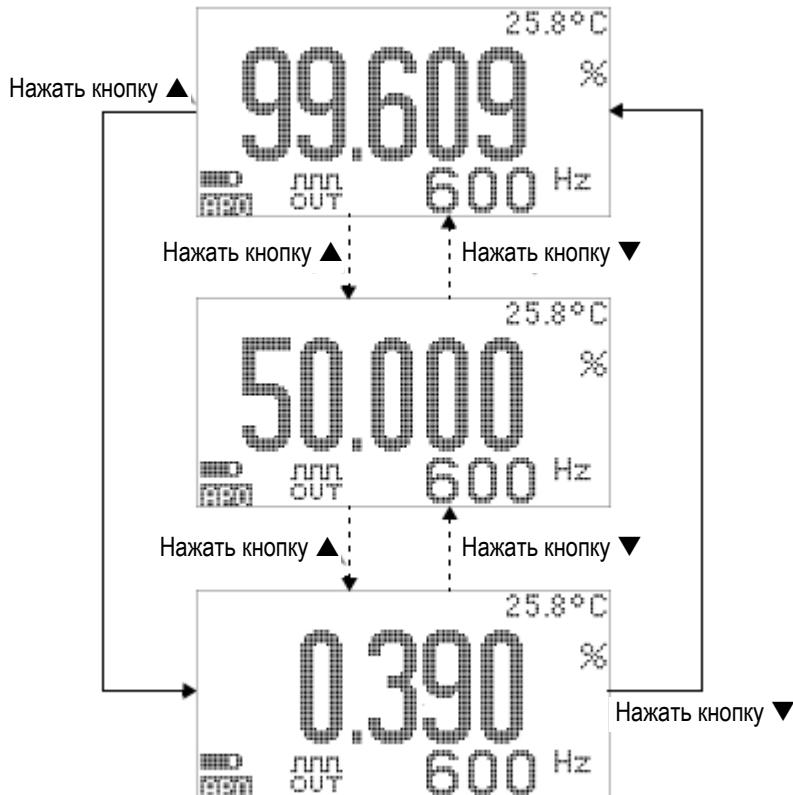

Рис. 3-13 Регулировка коэффициента заполнения выходного сигнала прямоугольной формы
- Чтобы изменить значение коэффициента заполнения, нажимайте кнопки **▲** и **▼**. Коэффициент заполнения можно устанавливать с дискретностью 0,390625% (256 ступеней). Однако это значение индицируется с разрешением индикации не лучше, чем 0,001% (см. рис. 3-13).